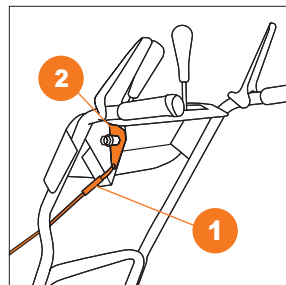

Рис. 15
- Соедините трос регулировки дальности выброса **1** с кронштейном рычага управления **2** на панели оператора (Рис. 15).